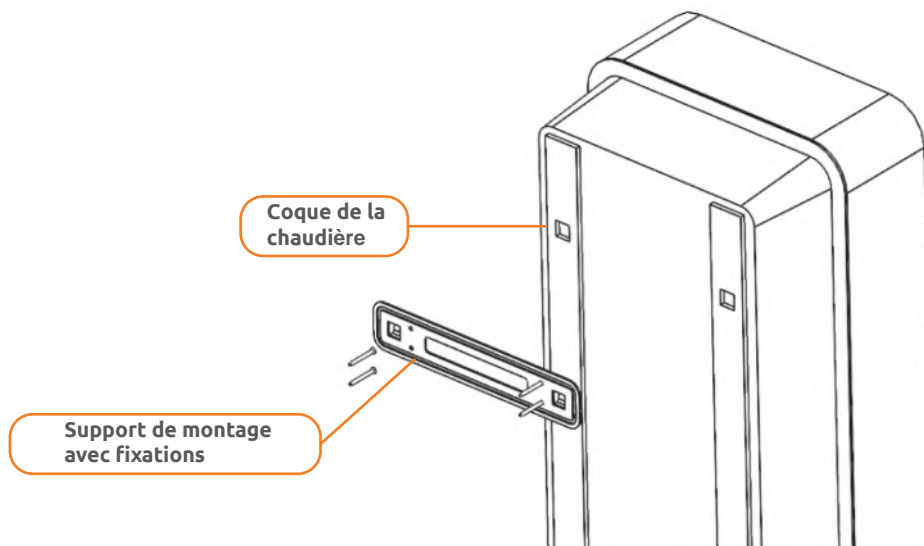
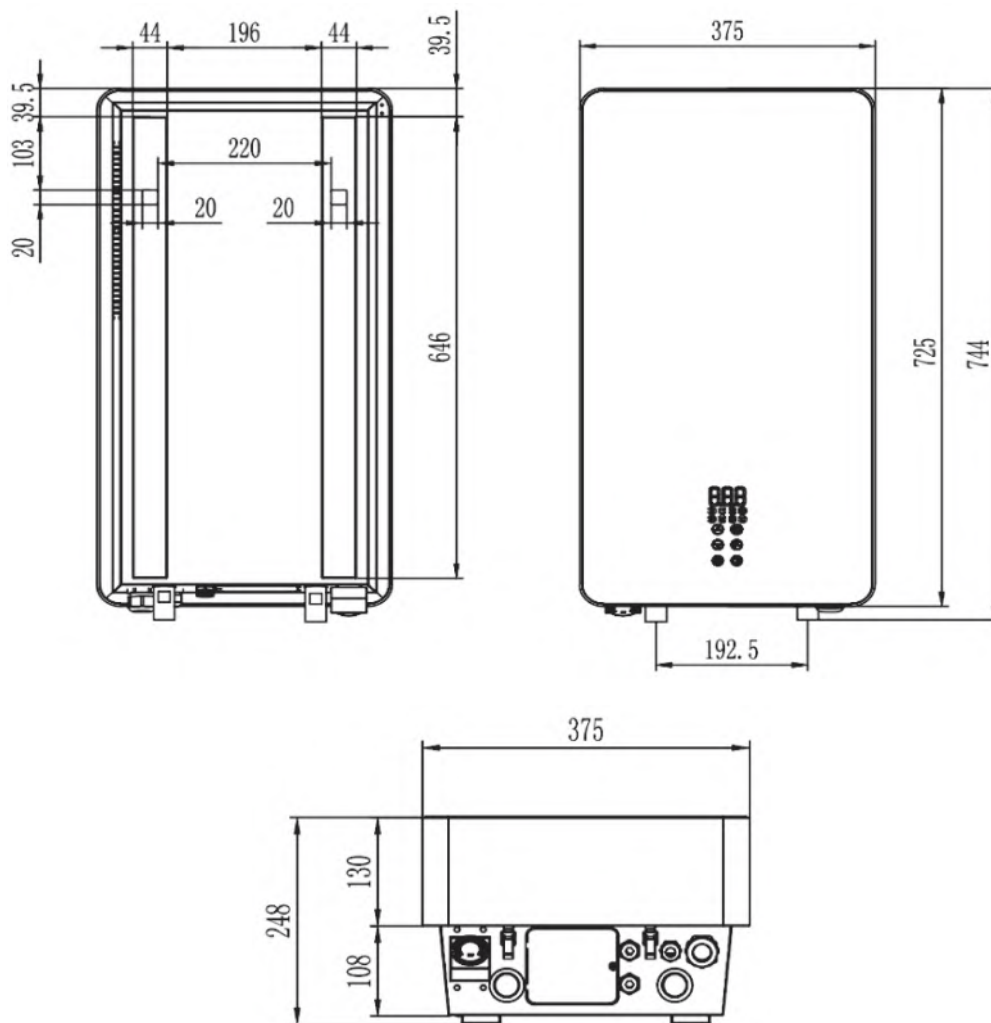

Figure 5 - Accrocher la chaudière au mur
Figure 6 - Dimensions
5.1.7 La fixation du produit est effectuée conformément à la Figure 5. Les dimensions principales sont indiquées dans la Figure 6.